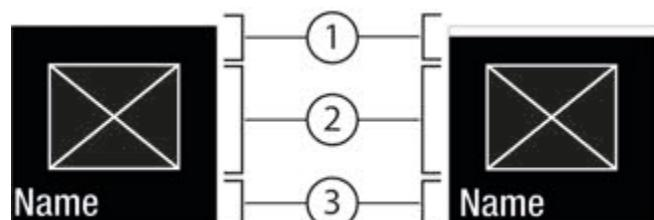

Fig. 6
- Налаштувати нове значення: Натиснувши Підтверджити Fig. 5 (2) вибрати деактивоване значення Fig. 6 (1).
- Назад в меню: Натиснувши Підтверджити Fig. 5 (2) вибрати вже активоване значення Fig. 6 (2).
- ▷ Статус: активовано Fig. 6 (1) з'являється скоро в підменю Fig. 7 (4).